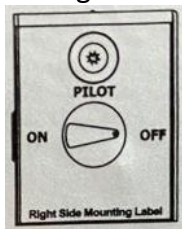

Figure 1
3. Trouvez la valve située sur le côté de l'unité, et appuyez légèrement sur le bouton de contrôle du gaz (NE PAS TROP FORCER) et tournez dans le sens des aiguilles d'une montre à OFF (voir figure 1).